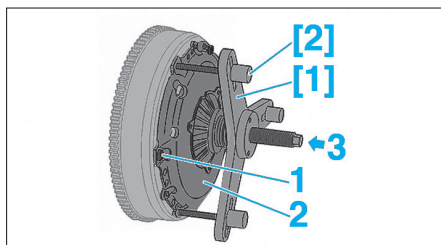

Fig. 8
- Reposer le mécanisme d'embrayage (2) sans le disque d'embrayage (Fig.8).
- Positionner les outils [1] et [2] sur le mécanisme d'embrayage (2).
- les trois tiges de maintien [2] à la place des vis (1),
- la vis centrale (3) de l'outil [1] (pour comprimer le mécanisme d'embrayage (2)).
- Maintenir les ressorts de rattrapage de jeu comprimés et dévisser la vis (3) de l'outil [1] de quelques tours pour détendre le mécanisme d'embrayage.
- Dévisser de quelques tours la vis centrale (3) de l'outil [1] pour détendre le mécanisme d'embrayage (2) (Fig.8).
- le mécanisme d'embrayage (2).
- Reposer le mécanisme d'embrayage (2) (Fig.8).
- Reposer les vis (1).
- Dévisser de quelques tours la vis centrale (3) de l'outil [1] (pour détendre le mécanisme d'embrayage (2)).
- Les vis (1) restantes.